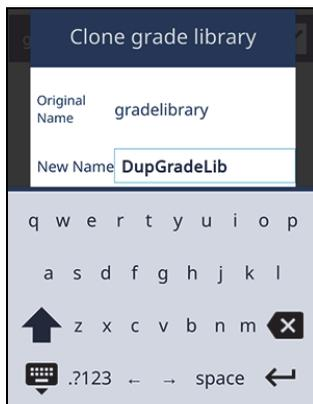

图 2-70 克隆牌号库对话框
1. 在**Grade Libraries**（牌号库）屏幕上，选择一个库，并点击**Clone**（克隆）按钮（），打开**Clone Grade Library**（克隆牌号库）对话框（参见第82页的图 2-70）。